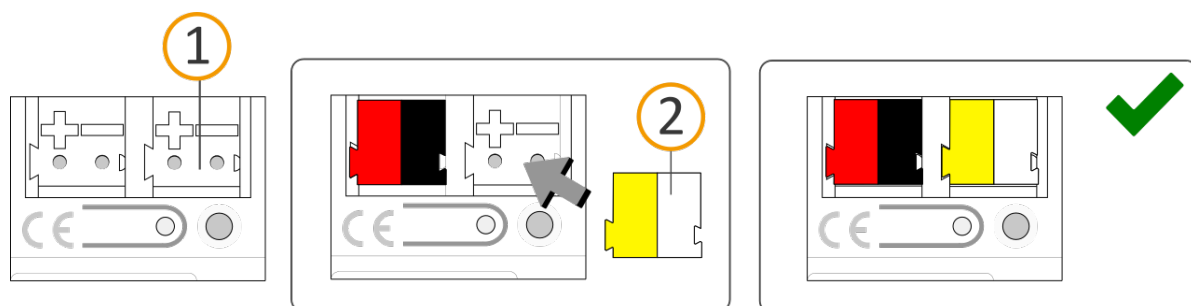

Abbildung 10: Spannungsversorgung anschließen
3. Verbinden Sie die externe Spannungsversorgung mit dem Spannungsversorgungsanschluss (siehe Abbildung 10, Pos. 1) mittels beigefügter Spannungsanschlussklemme (siehe Abbildung 10, Pos. 2). Polung: links/gelb: „+“, rechts/weiß: „-“.
- a. Stecken Sie die Spannungsanschlussklemme (siehe Abbildung 10, Pos. 2) auf.